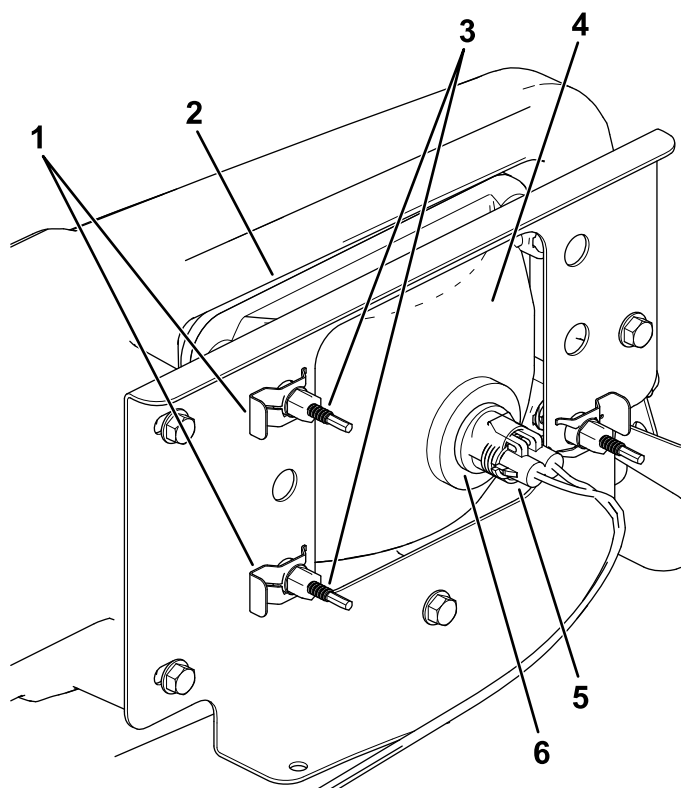

Figura 41
3. Scollegate il connettore elettrico del cablaggio dal connettore del gruppo luci (Figura 41).
- Togliete i fermagli che tengono bloccato il faro anteriore sulla relativa staffa (Figura 41).
- Rimuovete il gruppo faro anteriore spostandolo in avanti attraverso l'apertura nel paraurti anteriore (Figura 41).
- Montate il nuovo faro anteriore attraverso l'apertura nel paraurti (Figura 41).
- Collegate il connettore elettrico del cablaggio al connettore del nuovo gruppo luci (Figura 41).
- Sul retro del gruppo faro, ruotate le viti di regolazione (Figura 41) per ruotare il gruppo faro e allineare la posizione di getto del fascio.